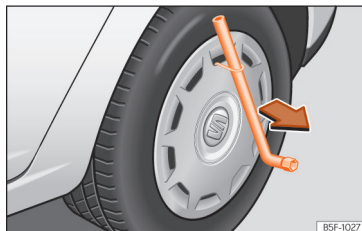

Fig. 187 Retire o tampão integral.
- Introduza a chave de roda através do gancho, apoie-a no pneu e retire o embelezador »» **Fig. 187**.